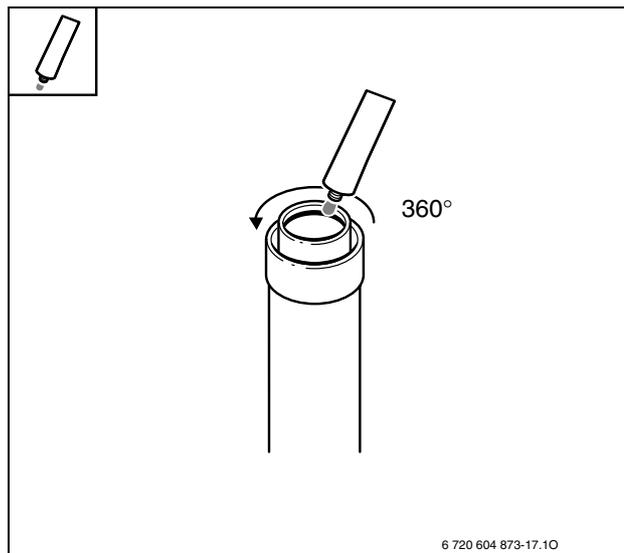

Fig. 1
- Applicare, sui raccordi e sulle guarnizioni, un velo di lubrificante esente da solventi (p.es. vaselina) (Fig. 1).